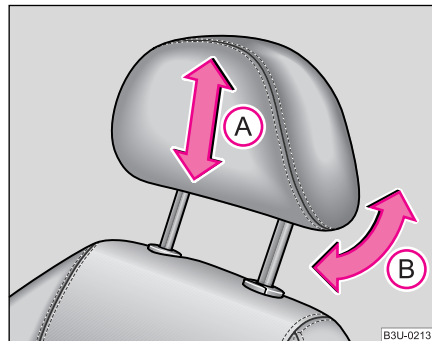

Fig. 53 Reglarea tetierei
- Cuprindeți tetiera cu ambele mâini de părțile laterale și împingeți în sensul indicat de săgeată (A) în sus sau în jos ♥ fig. 53. Cea mai bună protecție se va obține când marginea superioară a tetierei se află la aceeași înălțime cu partea superioară a capului dvs. ♥ pagina 141, fig. 123.
Tetierele scaunelor din față se pot regla în înălțime și din punct de vedere al înclinării ♥ fig. 53, tetierele laterale din spate se pot regla numai pe înălțime (cca. 15 mm). Tetiera centrală din spate este fixă.